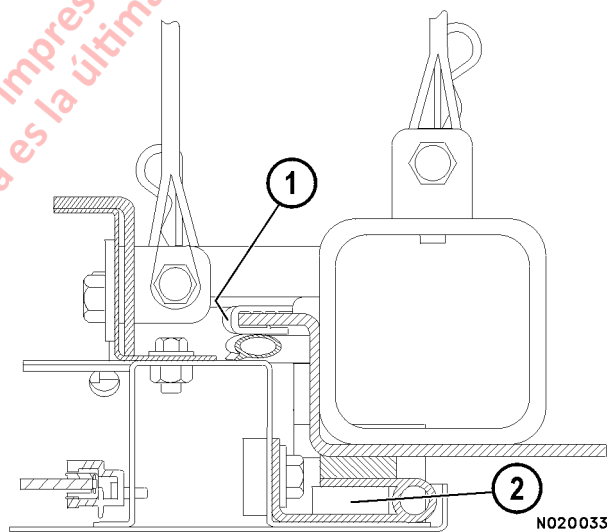

FIGURA 2-18.
4. El sello de la bisagra de la puerta (2, Figura 2-18) está pegado a la bisagra. Utilice el mismo procedimiento anterior para este sello.